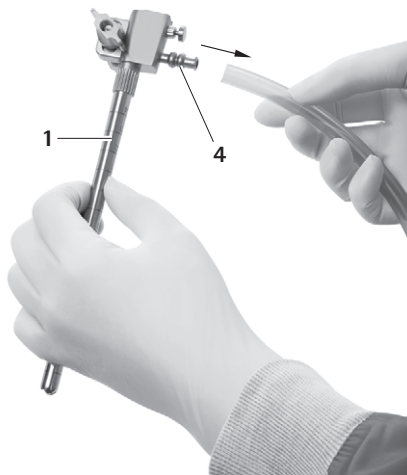

Fig. 12
- ▶ Lossa slangen från spolningsanslutningen 4, se Fig. 12.